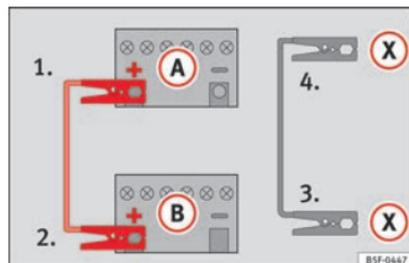

Abb. 134 Anschlusschema für Fahrzeuge mit Start-Stopp-System.
- Bei Fahrzeugen **mit Start-Stopp-System** klemmen Sie ein Ende des *schwarzen* Starthilfekabels **(X)** an einer geeigneten Massestelle, an ein mit dem Motorblock verschraubtes massives Metallteil oder an den Motorblock selbst an »» **Abb. 134**.